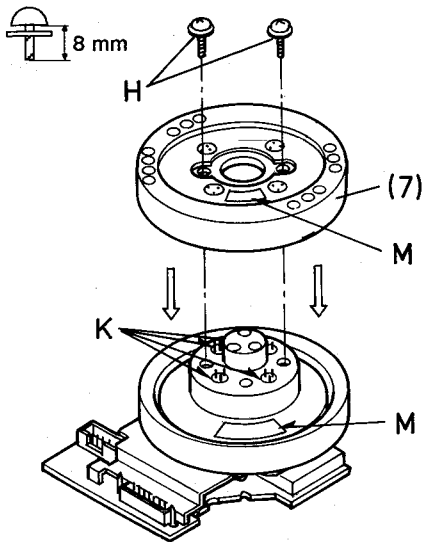

Fig. 12
- Wenn sich nach dem Einbau die weißen Flächen "M" (Fig. 12) nicht decken, erfolgt die Wiedergabe vorher durchgeführter Aufnahmen in Schwarz / Weiß!
- Kopfscheibe (7) so auf die Antriebsachse stecken, daß sich die weißen Flächen "M" decken (Fig. 12).
- Schrauben "H" eindrehen und Erdungsfeder (5) montieren.
- If, after reassembly, the white areas "M" (Fig. 12) do not coincide, previous recordings on the tape will be reproduced on playback in black and white!
- Fit the head wheel (7) onto the shaft so that the white areas "M" coincide (Fig. 12).
- Refit the screws "H" and the earthing spring (5) with screw "F".